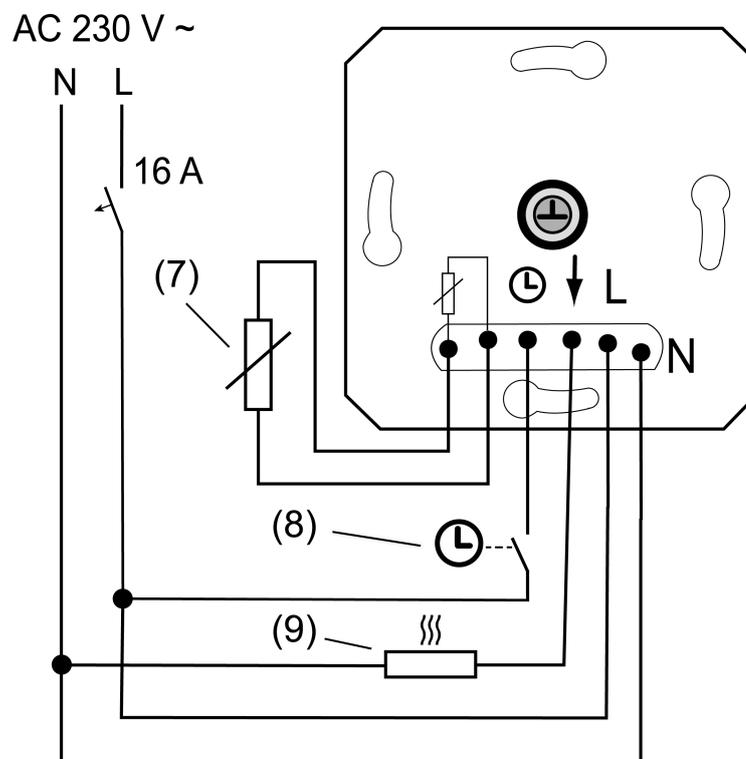
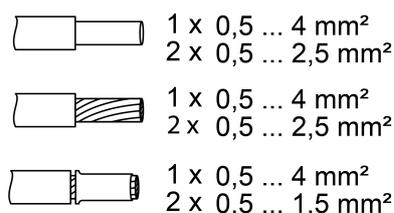

Figura 2: Esempio di collegamento dell'unità da incasso
Figura 3: Sezione trasversale conduttore
- (7) Sensore di temperatura esterno (sonda remota)
- (8) Contatto di commutazione orologio centrale
- (9) Riscaldamento a pavimento elettrico
- Collegare l'inserto (1) secondo lo schema di collegamento (Vedi figura 2). Rispettare le sezioni dei conduttori (Vedi figura 3).
- Se lo si desidera, collegare l'ingresso del funzionamento di abbassamento ⊕ tramite un contatto di commutazione di un orologio centrale (8). Se all'ingresso sono presenti 230 V, la temperatura nominale impostata viene ridotta di 4 °C.
- Applicare telaio di copertura (2), piastra centrale (4) e pulsante di comando (5).